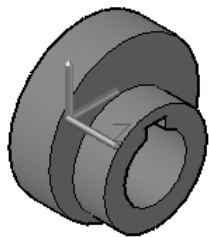

图 9-114 三维机械零件模型
(1) 打开随书光盘“CH9”文件夹中的“BD_剖切.dwg”文件。在该文件中包含一个三维机械零件模型,如图 9-114 所示。启用正交模式、对象捕捉和对对象追踪等模式。
(2) 选择“修改”菜单中的“三维操作”→“剖切”命令,接着根据命令行的提示执行如下操作。